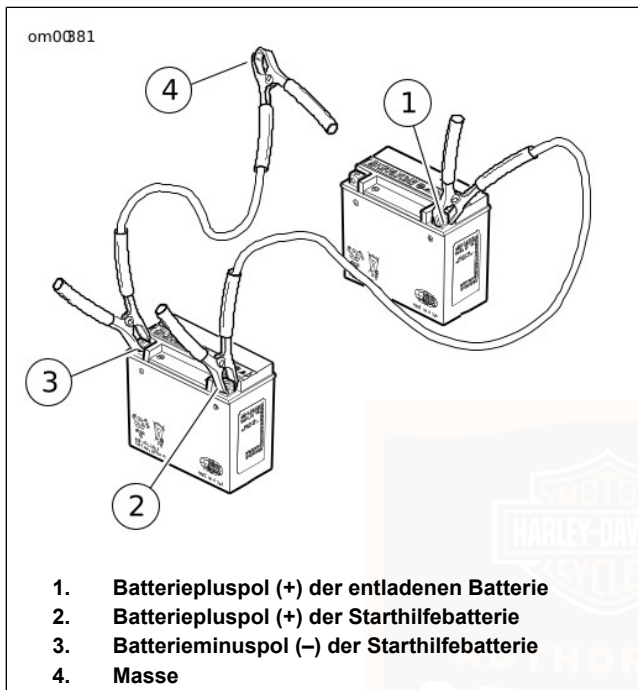

Abbildung 69. Überbrückungskabelanschlüsse
1. Siehe Abbildung 69. Ein Ende des Überbrückungskabels am Batteriepluspol (+) (1) der ENTLADENEN Batterie anschließen.
2. Das andere Ende des gleichen Kabels an den Batteriepluspol (+) (2) der STARTHILFEBATTERIE anschließen.